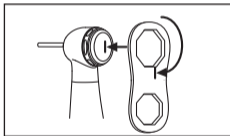

Fig. 40
- 8 Fixez et serrez le capuchon de la tête à la main. Serrez-le ensuite fermement à l'aide de la clé pour capuchon de tête (Fig. 40).